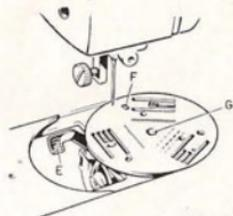

Fig. 32
- premere a fondo la leva « E » (fig. 32) e togliere la placca ago con il perno « G ».